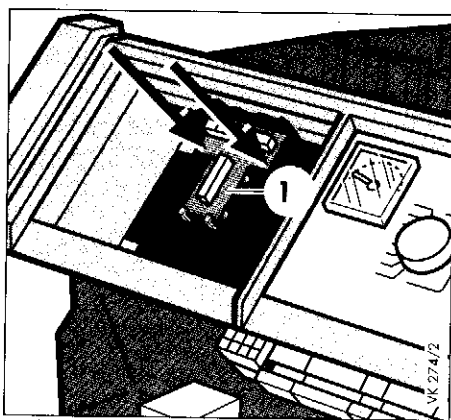

Рис. 6.7 Вставьте плату подключения датчиков
- Вытащите штекер режима эксплуатации на стройплощадке из сетевого штекерного гнезда (4) на коммутационной печатной плате.
- Вставьте плату подключения датчиков (1) как показано на рис. 6.7 и сильным нажатием защелкните ее фиксаторами.
- Вставьте штекер датчика KF температуры воды подающей линии (2) в соответствующее маркированное штекерное гнездо на плате подключения датчиков (1).
- Закрепите датчик температуры воды подающей линии (2) на трубе подающей линии с помощью прилагаемого крепежа.